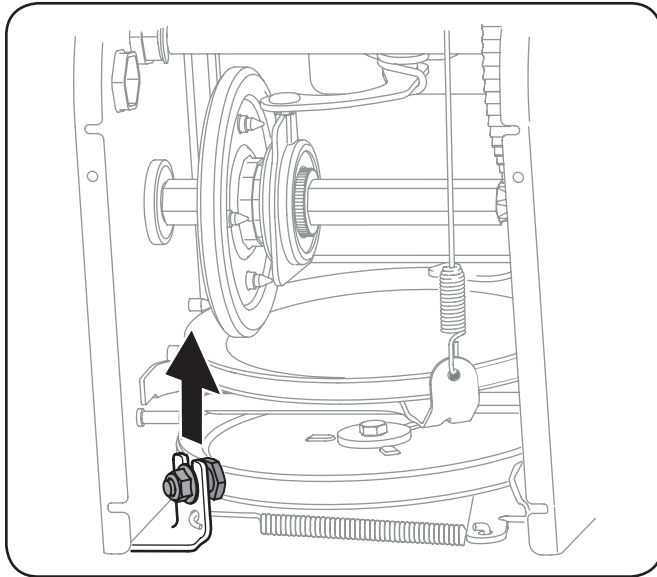

Figura 7-4
6. Afloje y retire el tornillo con reborde que actúa como guardacorrea. Vea la Figura 7-4.